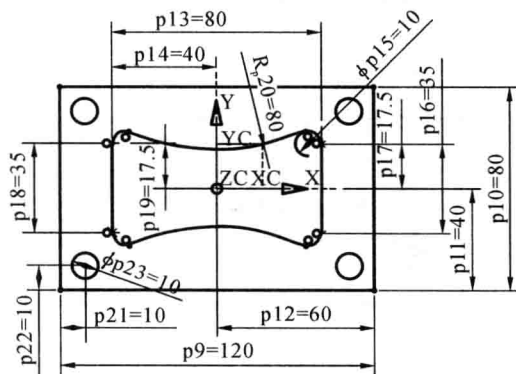

图 1-19 绘制完成的图形
(16) 单击“草图”工具栏中的“圆”按钮,绘制 4 个圆,并对其进行尺寸和位置约束,如图 1-19 所示。
(17) 单击“完成草图”回到模型界面。
(18) 选择“文件”→“保存”,或单击“标准”工具栏中的“保存”按钮对文件进行保存。